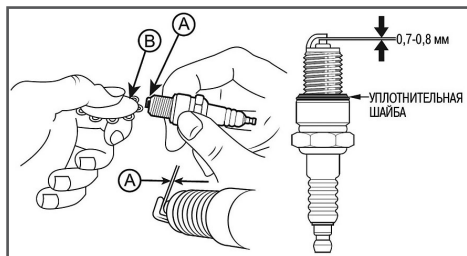

Рис. 30 Проверка межэлектродного зазора
4. Измерьте зазор А между электродами свечи зажигания специальным щупом В. Зазор должен быть $0,7-0,8$ мм (Рис. 30). При увеличении или уменьшении требуемого зазора, рекомендуется заменить свечу, так как регулировка зазора может привести к изменению качества искрообразования.